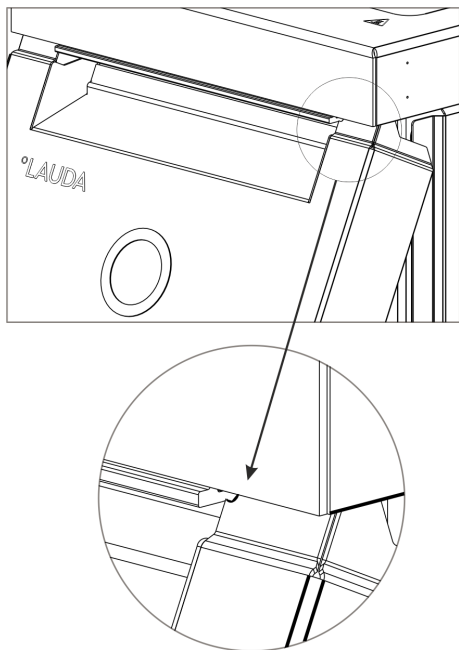

Abb. 46: Raden an der Frontblende
2. Schieben Sie die Frontblende nur so weit nach oben, dass die Raden noch zu sehen sind Abb. 46.